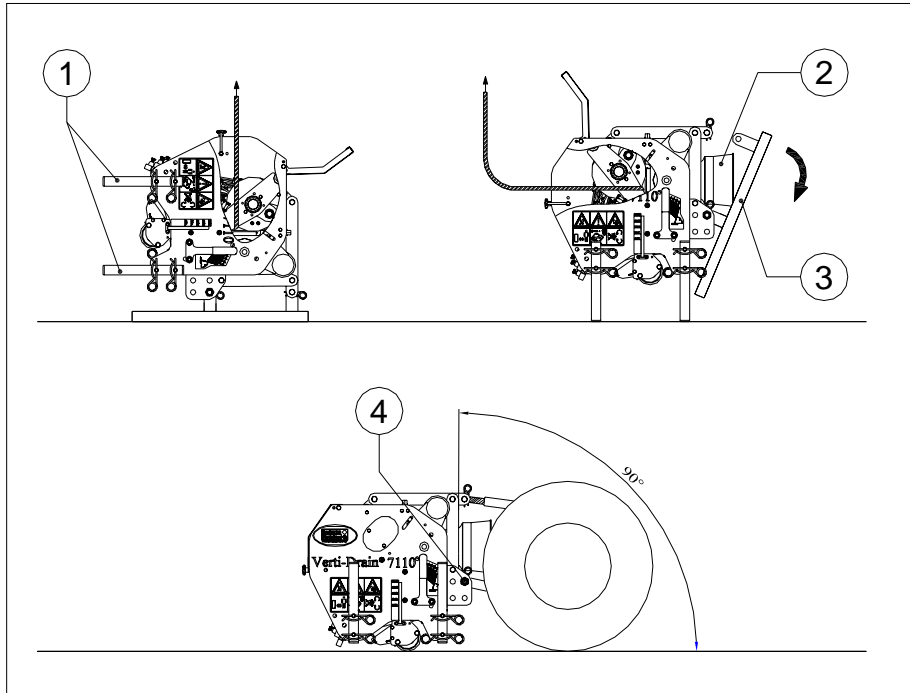

Fig. 8
La machine est livrée verticalement sur la palette. Afin d'enlever la palette et de poser la machine horizontalement par terre, il faut procéder comme suit (voir fig. 8):
- @ Si la Verti-Drain® n'est pas correctement attelée au tracteur – fig. 8 – les différents angles de la PDF peuvent causer des vibrations dans l'axe d'entraînement de la machine. Ces vibrations peuvent endommager la machine et les trous dans le sol.